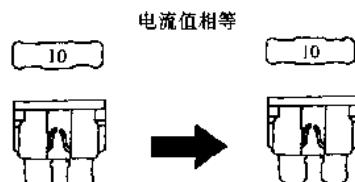

图 1-1 新旧熔断器的电流值应相等
10. 更换熔断器时，应保证断熔断器与原来具有相同的额定电流值(见图 1-1)。